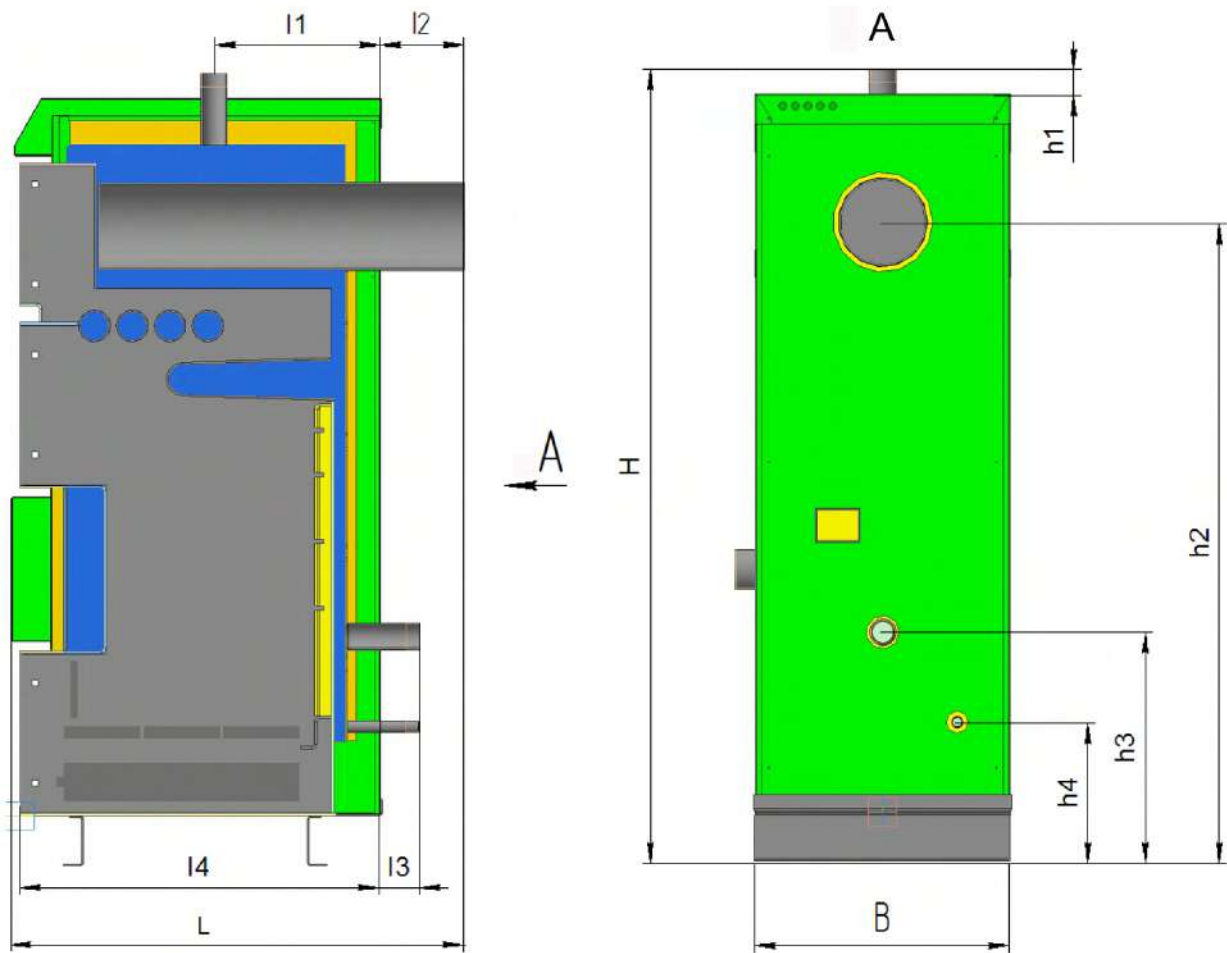

Рисунок 1. Габаритные и присоединительные размеры Котлов моделей L-12+102
| Габаритные (максимальный габарит) и присоединительные размеры Котла (см. рис.1), мм: |   |        |        |        |         |         |         |          |  |
Состав и устройство Котлов серии «LAVORO есо» моделей L-12÷102 и XL-12÷32 показано на рисунке Котел (рис.1, 2, 3) представляет собой стальной сварной теплоизолированный каркас, обшитый снаружи съемной декоративной облицовкой, все вместе образующие собой корпус, и устанавливаемый на собственных опорах (16). Внутреннее пространство имеет сложную конфигурацию, включает в своем составе трубчатый теплообменник (14), предназначенный для циркулирования теплоносителя (воды), листовые детали, образующие вместе со стенками каркаса камеру сжигания, воздухоподводящие каналы (на рисунке не показаны), систему дымоудаления из Котла (9). Внутри каркаса в нижней части расположены